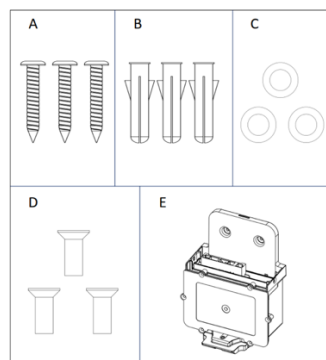

Abbildung 7 – Montageset
- 1 Montageset mit DaheimLaden DockingStation (E in Abbildung 7) für Klickbefestigung der Ladestation und Kabeleinführung